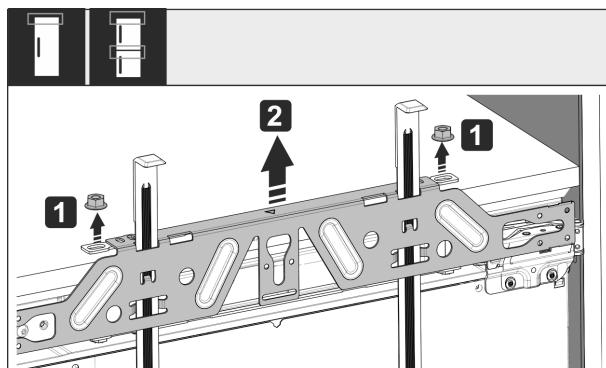

Fig. 54
- Kontermuttern Fig. 54 (1) lösen.
- Befestigungs traverse Fig. 54 (2) abnehmen.